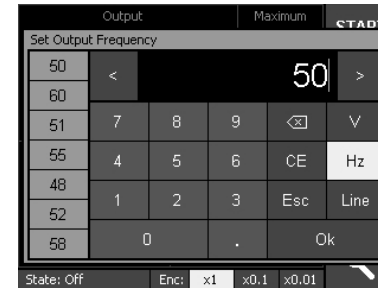

Рисунок 6.9
6.2.1.1 Для задання значення частоти натиснути в полі «Output» в області, де виводиться частота. В вікні «Set Output Frequency», що відкривається, (рисунок 6.9) задати (набираючи на клавіатурі або вибираючи з лівого стовпчика) необхідне значення.
6.2.1.2 Перейти з цього вікна (рисунок 6.9) у вікно «Set Output Voltage» (Малюнок 6.10) натисканням на кнопку «V» (туди ж можна потрапити з основного вікна, натисканням в поле «Output» в області, де виводиться напруга). Задати необхідне значення напруги (набираючи на клавіатурі або вибираючи з лівого стовпчика).